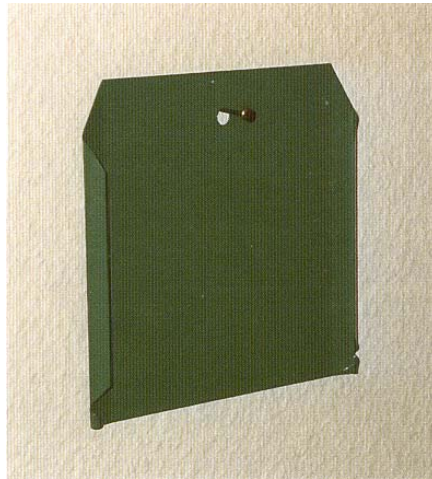

Bild 1
2. Montage der Halterung zur Aufnahme der Etiketten (Bild 1).